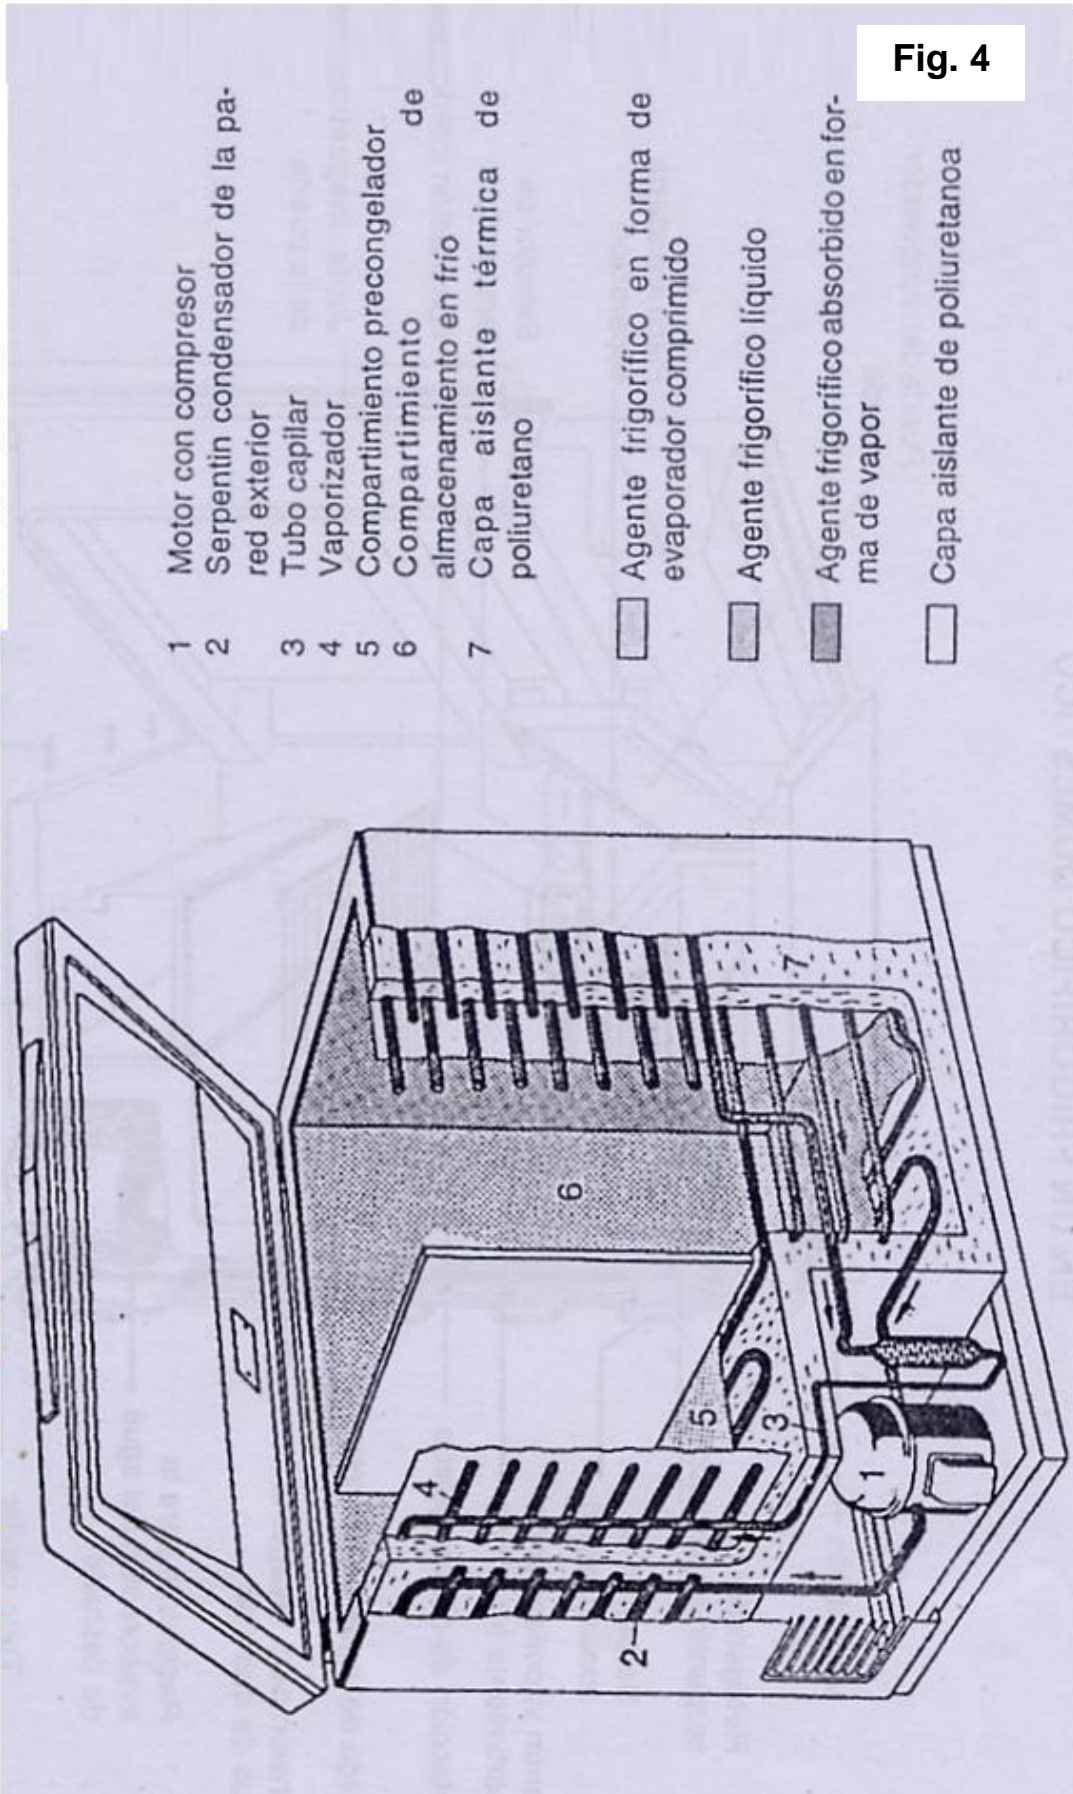

Fig. 4
5. Compare e indique la diferencia de los sistemas de refrigeración por compresión de vapor de la Fig. 2 y Fig. 4